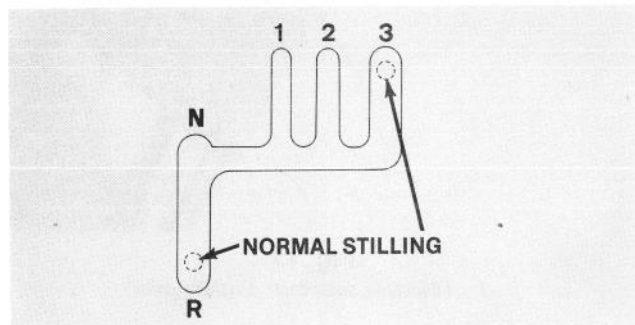
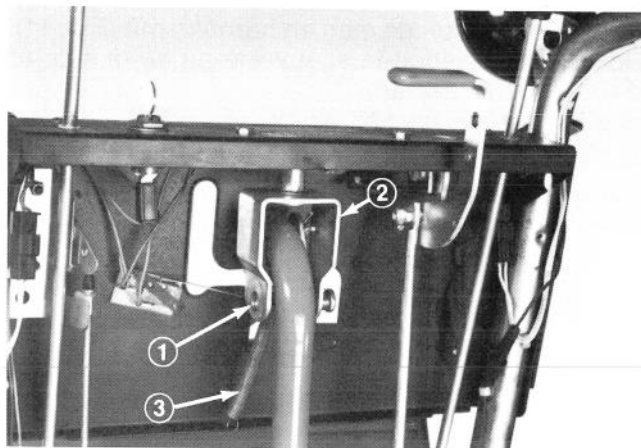

Fig. 16
Fig. 17
1. Sæt gearskiftet i tredje gear og prøv stangens stilling (Fig. 16). Stangen skal være i "normal" stilling (Fig. 16). Sæt gearskiftet i bakgear og slip stangen. Stangen skal automatisk glide tilbage til "neutral" — frigear. Hvis stangen ikke glider korrekt, gå videre til punkt 2 og juster det U-formede beslag som holder gearstangssamlingen (Fig. 17).
2. Skift til første gear. Fjern hårnålssplitten, spændeskiven og låsebolten, der holder gearskiftet på plads (Fig. 17). Flyt derefter gearskiftet væk fra det U-formede beslag som så drejes en hel omdrejning (Fig. 17). Påmonter gearskiftet igen.
Bemærk: Drej det U-formede beslag med uret - indad - for at sænke gearstangen, og mod uret - udad - hvis det skal hæves (Fig. 17).
1. Med motoren igang, skift til bakgear og slip gearstangen. Gearstangen skal da automatisk glide tilbage til frigear. Gør den ikke det, slå motoren fra, fjern hårnålssplit, spændeskive og låsebolt, der fastholder gearskiftet; adskil gearskiftet fra det U-formede beslag og drej beslaget en halv omdrejning mod uret, udad (Fig. 17). Prøv bakgear igen. Sænk beslaget indtil gearstangen automatisk glider tilbage til frigear (Fig. 19).